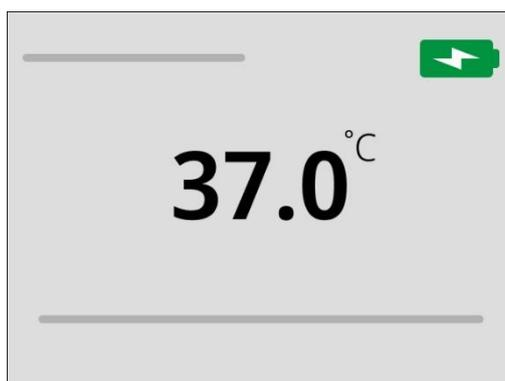

Abbildung 9.2 Standardansicht IDLE (inaktiv auf dem Kammerdisplay).
12. Wenn die voreingestellte Temperatur in den Kammern erreicht ist, verschwindet das Symbol für den Aufwärmvorgang und die Standardansicht IDLE (inaktiv) wird angezeigt (siehe Abbildung 9.2).